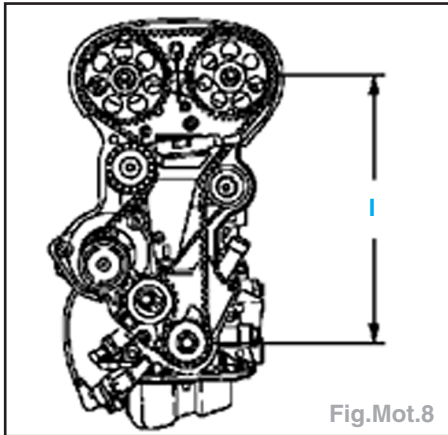

Fig.Mot.8
- Reposer la courroie en s'assurant que le coté tirant (1) est tendu (Fig.Mot.8).